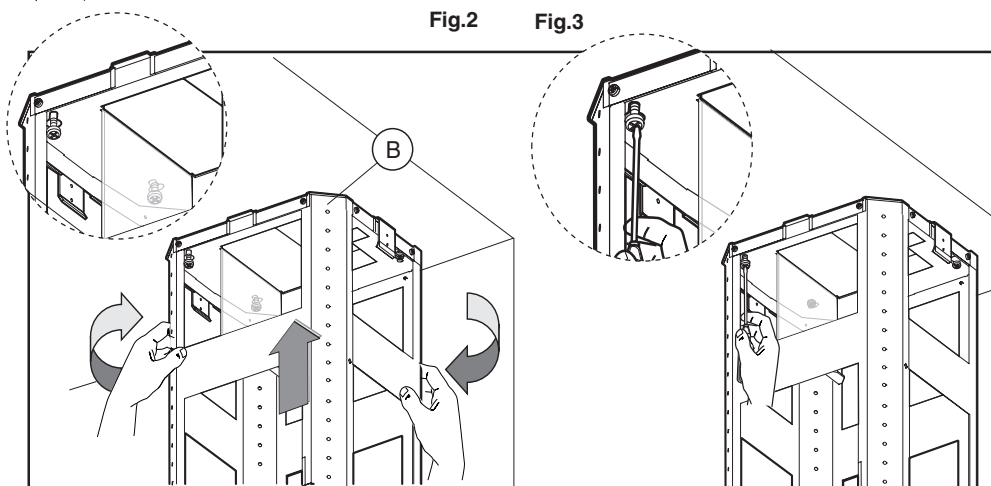

Fig.4
- Prendere la parte superiore della struttura **B** (fig.4) ed inserirla sulle 3 viti non avvitate completamente in corrispondenza delle 3 asole.
Fare una piccola rotazione per l'incastro (fig.4).